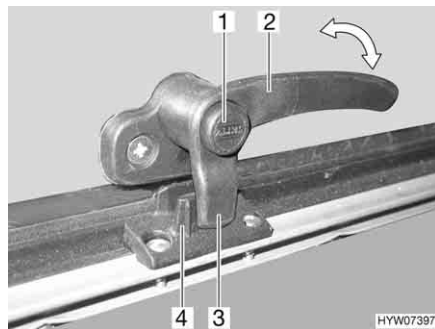
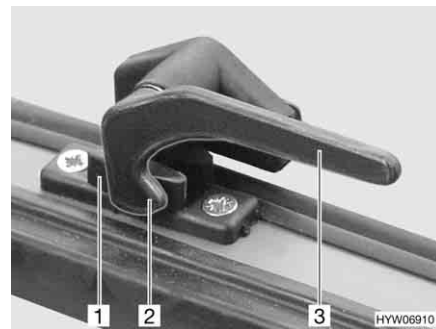

Fig. 68 Alavanca de trava com botão de segurança na posição "Fechada"
Fig. 69 Alavanca de trava na posição "Fechada"
- Se disponível, prima o botão de segurança (Fig. 68,1) e mantenha-o premido.
- Gire a alavanca de trava (Fig. 68,2 ou Fig. 69,3) um quarto de volta na direção do meio da janela.
- Gire a alavanca de trava (Fig. 68,2 ou Fig. 69,3) um quarto de volta em direção à moldura da janela. A ponta de trava (Fig. 68,3 ou Fig. 69,2) na alavanca de trava fica completamente assente na parte de dentro do dispositivo de bloqueio da janela (Fig. 68,4 ou Fig. 69,1).
- Na posição "Bem fechada" (Fig. 68 e Fig. 69)